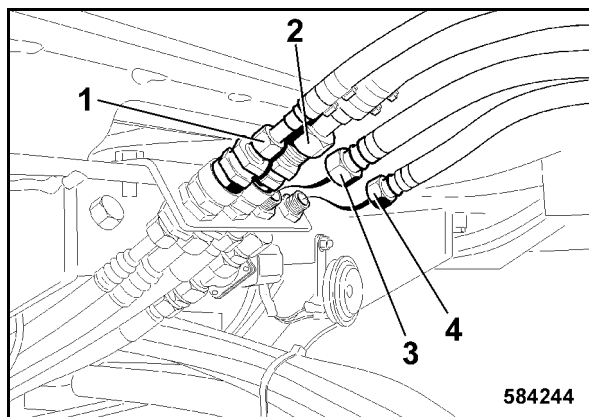

fig. 212
Etablir la liaison pour l'alimentation 1 (fig. 212) et le retour (2) du climatiseur, au moyen des raccords rapides.